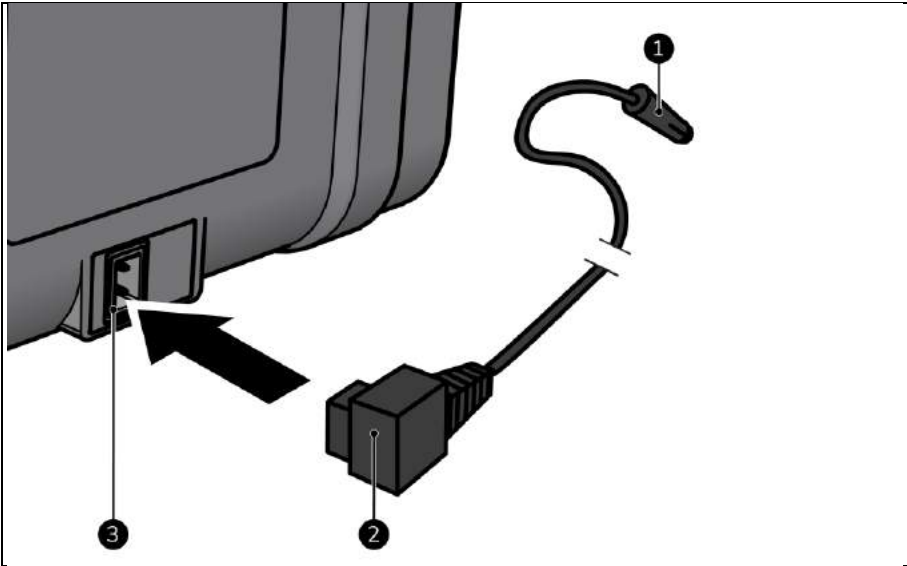

Figure 8
3. Placez le connecteur électrique (Figure 8, pos. 2) dans l'alimentation électrique de l'appareil (Figure 8, pos. 3).
4. Placez la fiche d'alimentation électrique auxiliaire (Figure 8, pos. 1) dans une alimentation électrique auxiliaire 12 V ou 24 V facilement accessible dans un véhicule ou un navire.